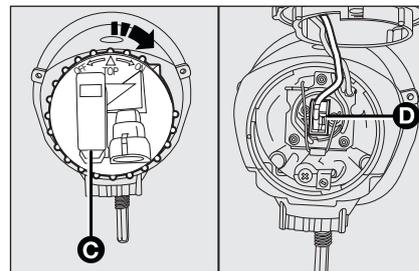

fig. 30
- dévisser le couvercle **C-fig. 30** et détacher le connecteur **D**;